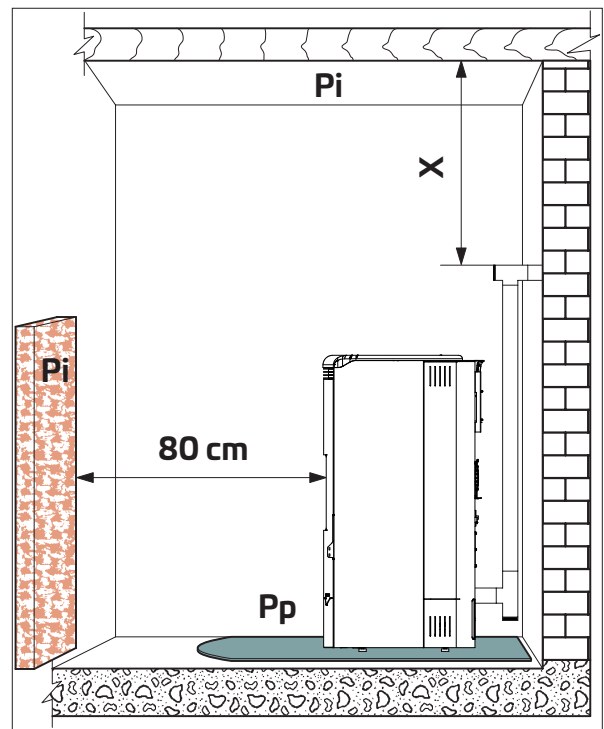

Fig. 5.3
Se recuerda que se debe respetar la distancia mínima de los materiales inflamables (X), que figura en la placa de identificación de los tubos usados para fabricar la chimenea (Fig. 5.3).